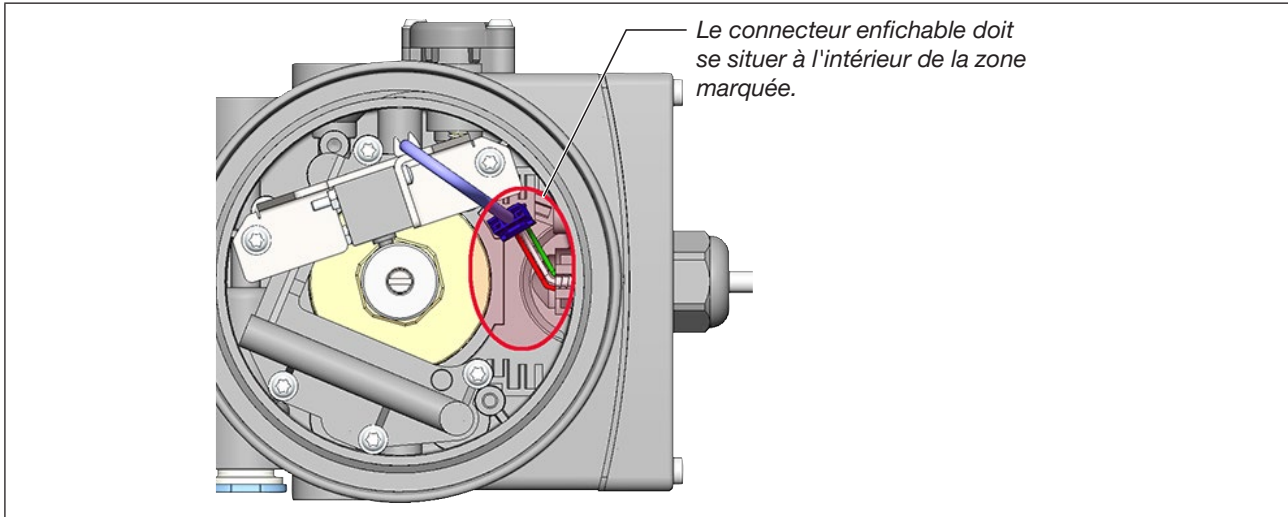

Figure 14 : Position du connecteur électrique enfichable dans le capteur de déplacement
- Veiller au positionnement du connecteur enfichable lors du serrage du presse-étoupe. Voir la zone marquée sur la « Figure 14 » ci-dessous.